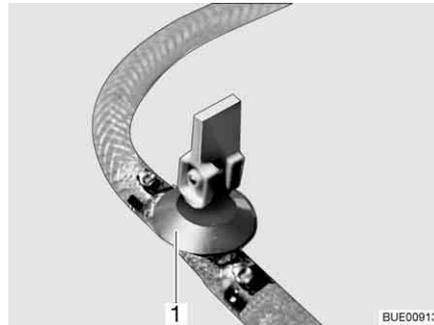

Fig. 176 Rubinetto di scarico
- Chiudere il rubinetto/i rubinetti di scarico. A questo scopo posizionare orizzontalmente la leva a bilanciere (Fig. 176,1).
- Aprire il rubinetto/i rubinetti di scarico (Fig. 176). A questo scopo posizionare verticalmente la leva a bilanciere (Fig. 176,1). Il boiler viene svuotato verso l'esterno.